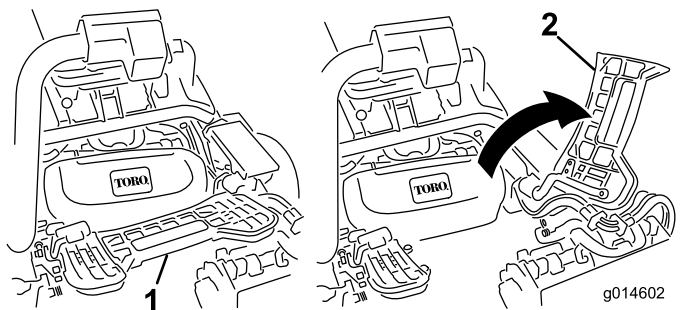

Figura 43
1. Levante el reposapiés y gírelo hacia arriba, para tener acceso a la posición de la unidad de corte central (Figura 43).